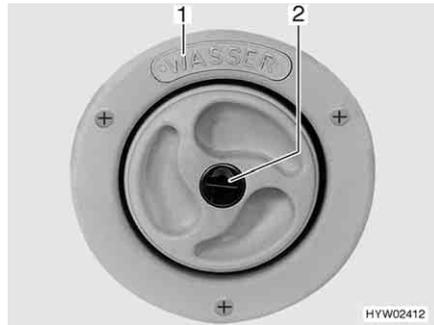
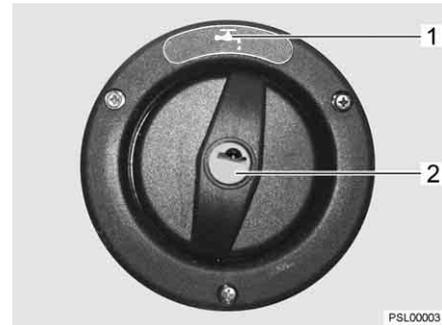

Bild 53 Verschlussdeckel für Trinkwasser-Einfüllstutzen
Bild 54 Verschlussdeckel für Trinkwasser-Einfüllstutzen (Alternative)
- ▷ Der Trinkwasser-Einfüllstutzen ist mit dem Schriftzug "WASSER" (Bild 53,1) oder mit dem Symbol  (Bild 54,1) gekennzeichnet.
- Schlüssel in Schließzylinder (Bild 53,2 bzw. Bild 54,2) stecken und entgegen dem Uhrzeigersinn drehen.